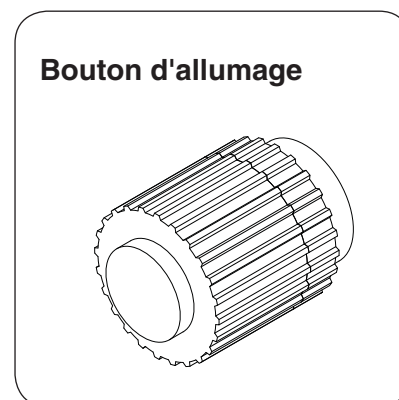

Fig. 24-1
3. Appuyez et maintenez enfoncé le bouton d'allumage électronique (voir Fig. 24-1). L'allumeur commence à susciter un déclic rapide.